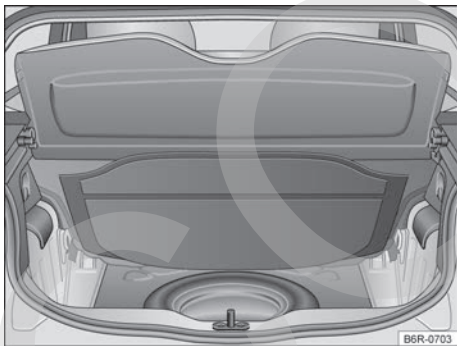

Fig. 133 En el maletero debajo de la moqueta: rueda de emergencia y herramientas de a bordo.
Las herramientas de a bordo y la rueda de emergencia están ubicadas en el compartimento de equipaje, bajo el revestimiento del piso → fig. 133.
- Levantar el revestimiento del maletero → fig. 133.